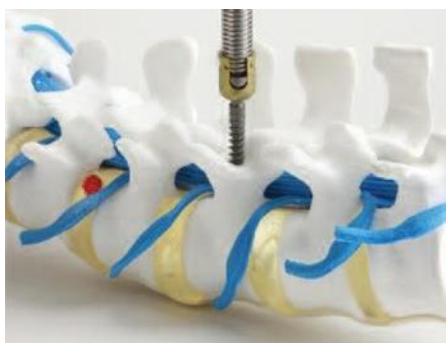

Figura 9
d. O Parafuso Poliaxial será então inserido no pedículo adequado identificado para instrumentação com este diâmetro e comprimento de parafuso. (Figura 9)
Observação: Não apertar o êmbolo sobre a Montagem da Chave durante a inserção do Parafuso (Figura 9).